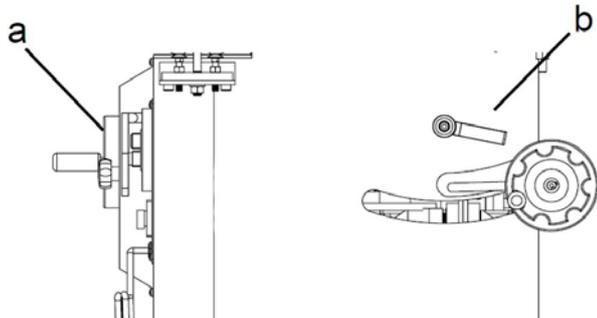

Abb. 19: Handrad zur Einstellung des Neigungswinkels
Schritt 2: Die Klemmschrauben (a), (b) (Abb. 19) lösen, die Andruckrollen auf das Werkstück aufsetzen und mittig ausrichten.
Schritt 4: Die Klemmschrauben (c), (d) (Abb. 19) lösen und den Anschlag an das Werkstück führen.